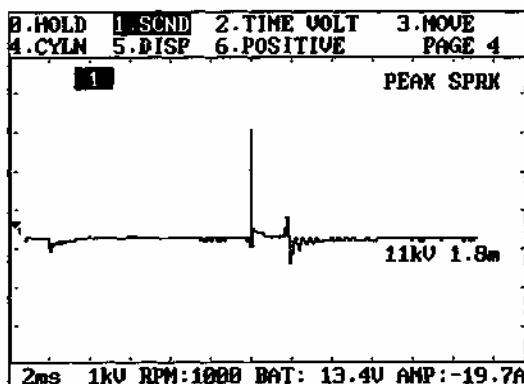

Рис. 4-25. DLI вторичная модель
a. При правильном подсоединении зонда и кабеля на дисплее появится осциллограмма системы зажигания (рис. 4-25).